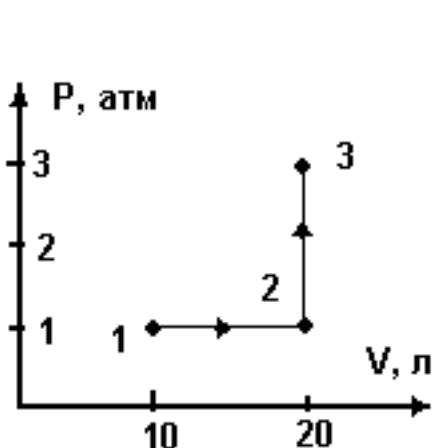

Рис. 27
1. Какую работу совершает газ при переходе из состояния 1 в состояние 3 (рис. 27)?